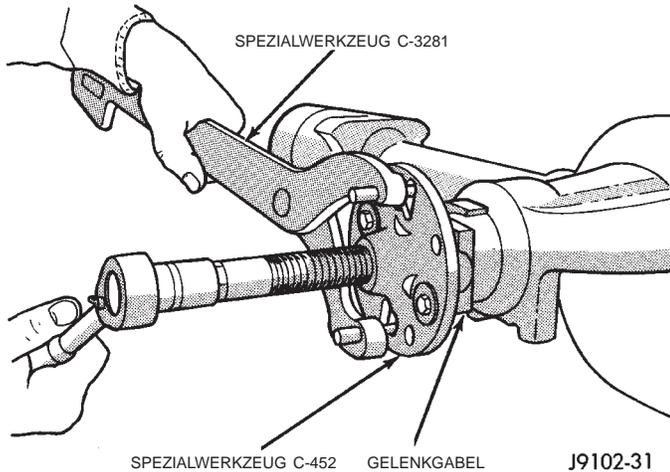

Abb. 7 Gelenkgabel ausbauen
- (1) Fahrzeug anheben und sicher abstützen.
- (2) Räder abbauen.
- (3) Bremsattel und Brems Scheiben von der Achse abbauen (siehe Kapitel 5, "Bremsen").
- (4) Die Gelenkgabeln an der Achse und der Gelenkwelle mit Paßmarkierungen versehen.
- (5) Gelenkwelle von der Achse lösen.
- (6) Das Antriebskegelrad drei- bis viermal von Hand drehen.
- (7) Das zum Drehen des Antriebskegelrads erforderliche Drehmoment (= Vorspannung des Lagers) mit einem Drehmomentschlüssel (mit niedrigem Meßbereich) messen. Den Wert notieren.
- (8) Mit Haltegriff 6958 die Gelenkgabel festhalten und die Mutter des Antriebskegelrads mit Unterlegscheibe ausbauen.
- (9) Gelenkgabel mit den Werkzeugen C-452 und C-3281 abbauen (Abb. 7).
- (10) Den Wellendichtring mit einem Hebel oder Gleithammer von der Welle des Antriebskegelrads abziehen.